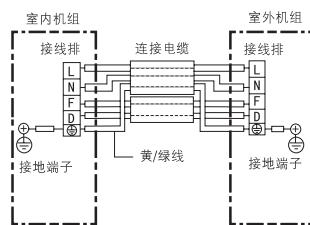

图14室内外电气连接图
- (1) 用附件⑧及⑩连接电缆按接线图示要求正确地连接室内外机组，绝对不可连接错误(如图14)。
(2) 连接电缆必须用室内外机组上的电线压板压紧。
- 接地线必须根据图14所示用连接电缆中黄/绿色导线接至带有“④”标记的接线端子上。